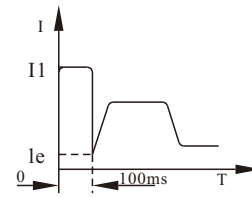
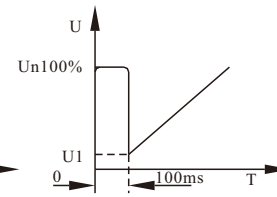

图9.3
图9.4
- 图9.3和9.4为突跳起动模式的输出变化波形。在某些重载场合下,由于机械静摩擦力的影响而不能起动电机时可选用此起动模式。在起动时,先对电机施加一个较高的固定电压并持续一段时间以克服电机负载的静摩擦力使电机转动,然后按限电流(图9.3)或电压斜坡(图9.4)的方式起动。